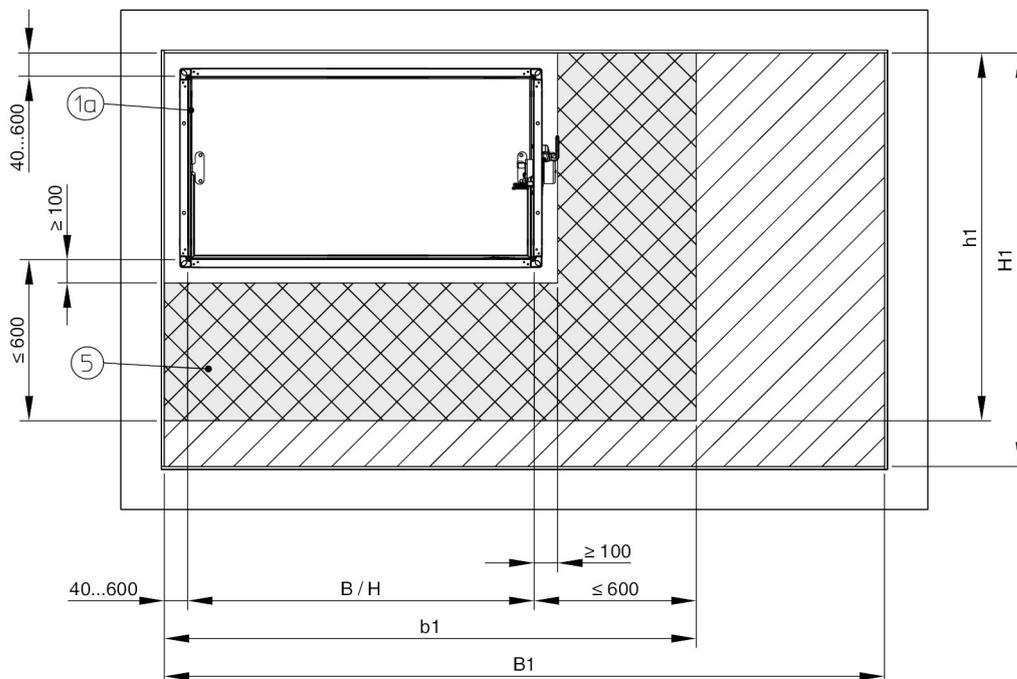
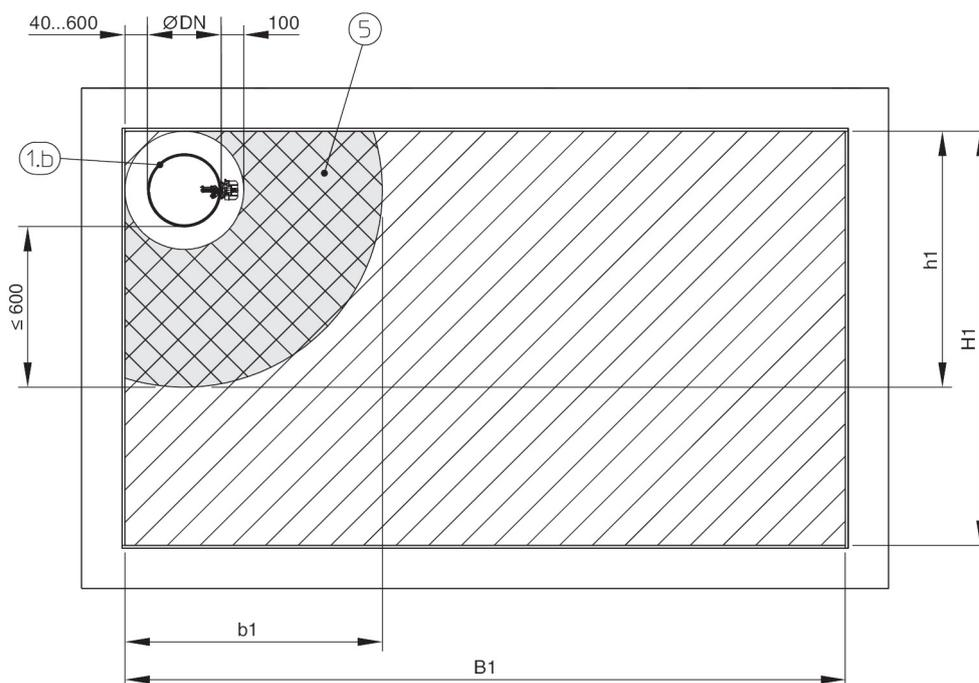

Fig. 3: Disposition dans le joint de pénétration combiné FK2-EU – distances avec la première gaine
Fig. 4: Disposition dans le joint de pénétration combiné FKRS-EU – distances avec la première gaine
Les dimensions maximales du joint de pénétration B1 x H1 (3.000 x 2.000 mm) ne s'appliquent que selon la « règle des 600 mm ». En effet, le premier pénétrant (incombustible) doit être posé à une distance de ≤ 600 mm. A défaut, les dimensions maximales du joint de pénétration (b1 / h1) sont limitées à celles du clapet coupe-feu et à sa circonférence de 600 mm. Pour en savoir plus, voir Voir la Fig. 3 et Voir la Fig. 4 (zone grisée).
- 3 Disposition non pertinente des clapets coupe-feu et des gaines à condition de respecter les distances minimales et les distances préconisées par Voir la Fig. 3 et Voir la Fig. 4